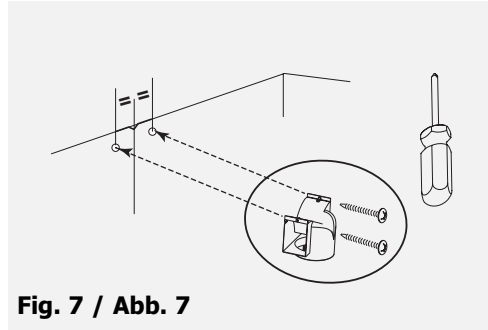

Fig. 7 / Abb. 7
- Fixe contra a parede, apoiado contra o tecto, o deflector plástico dos fumos. Tome cuidado de maneira a centrar o deflector em relação ao traço vertical traçado na parede (**fig. 7**).